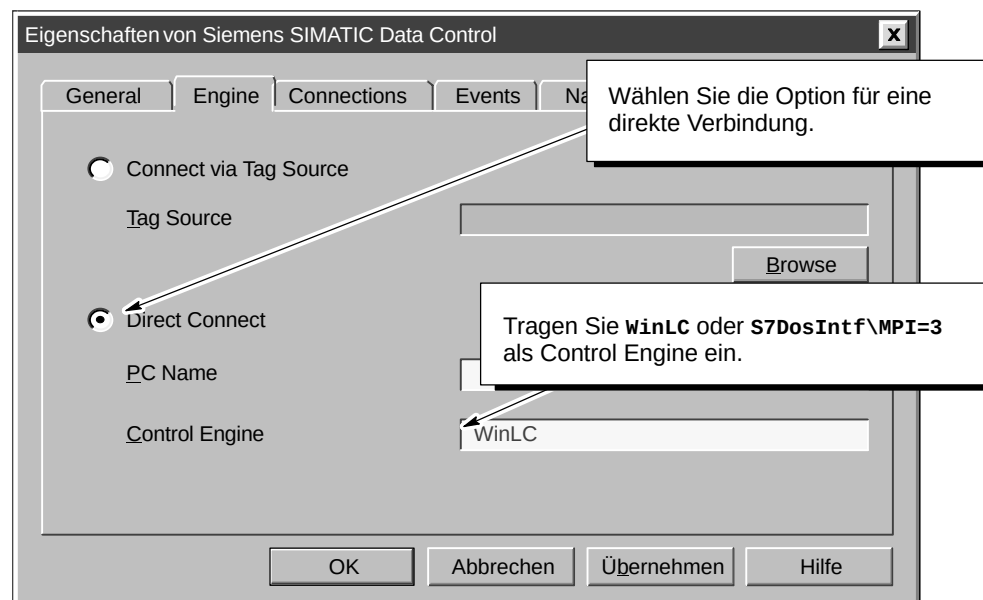

Bild F-1 Verbinden mit der Control Engine (Beispiel: Scrollbar Control)
1. Öffnen Sie das Register "Engine", um die Control Engine einzurichten (siehe Bild F-1).